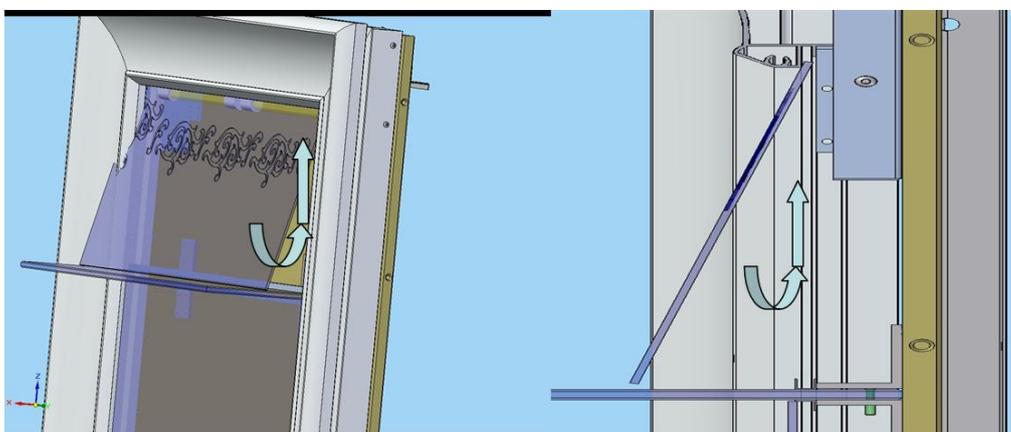
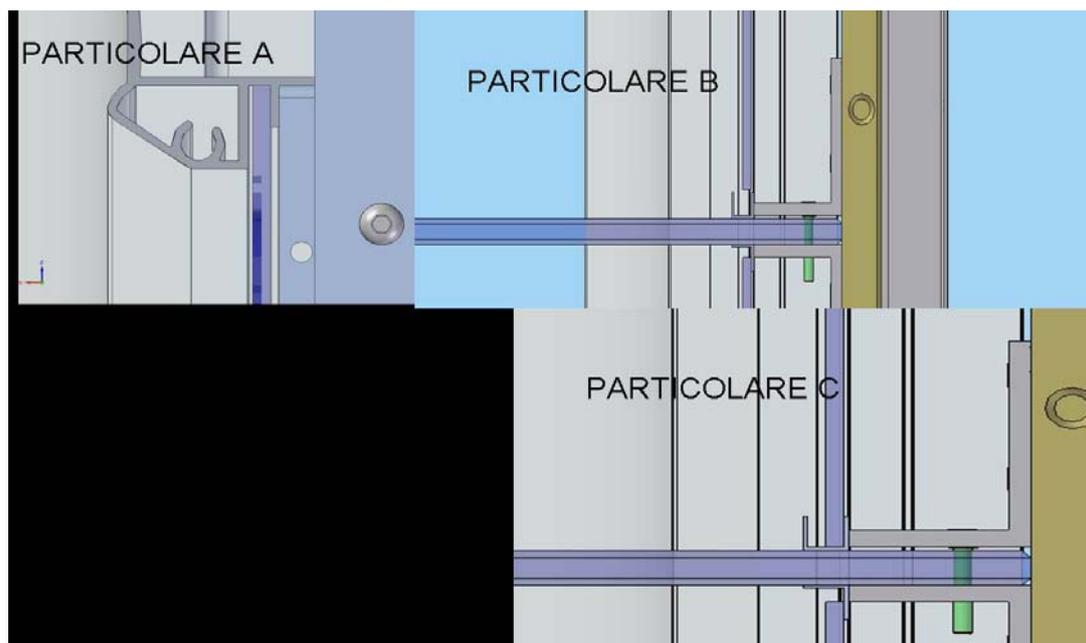

Figura 16
Figura 17
1. Aiutandosi con delle ventose inserire lo specchio superiore nella posizione di destinazione facendolo ruotare e spostandolo in verticale come indicato in figura 16 e nei particolari A B,C di figura 17